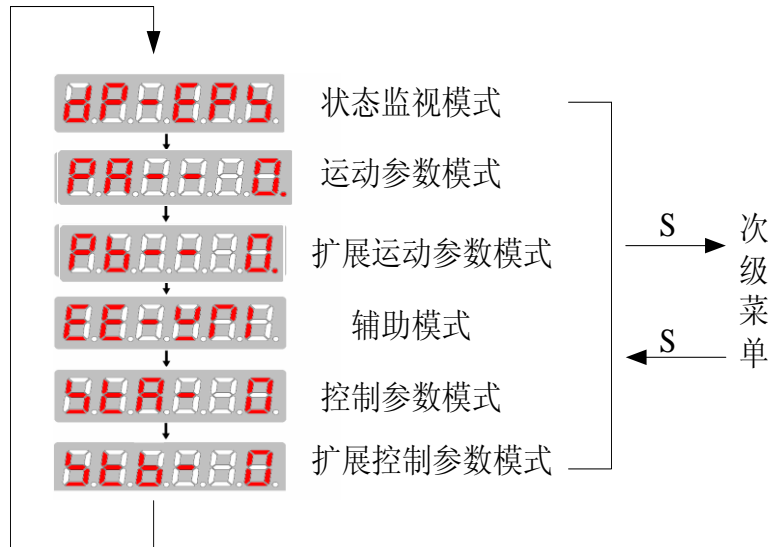

图 6.4 HSV-180UD，HSV-180U1D 系列伺服驱动单元主菜单
- 操作按多层操作菜单执行，第一层为主菜单，包括六种操作模式，第二层为各操作模式下的功能菜单。图 6.4 表示主菜单操作框图：